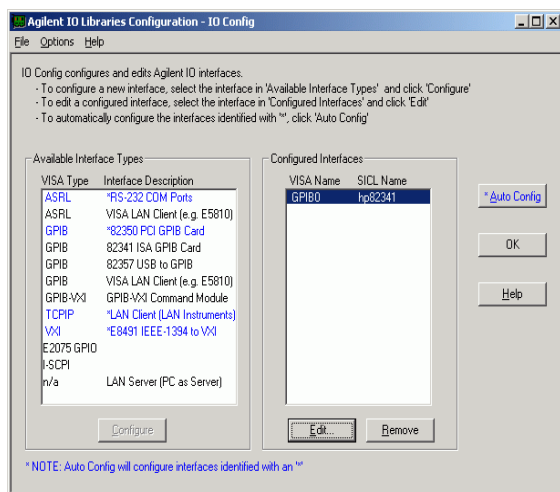

图 10 接口配置屏显示配置的 GPIB 板
- 8 单击 OK。配置的 GPIB 板应该列在接口配置屏的“Configured Interfaces”中（第 63 页的图 10）。